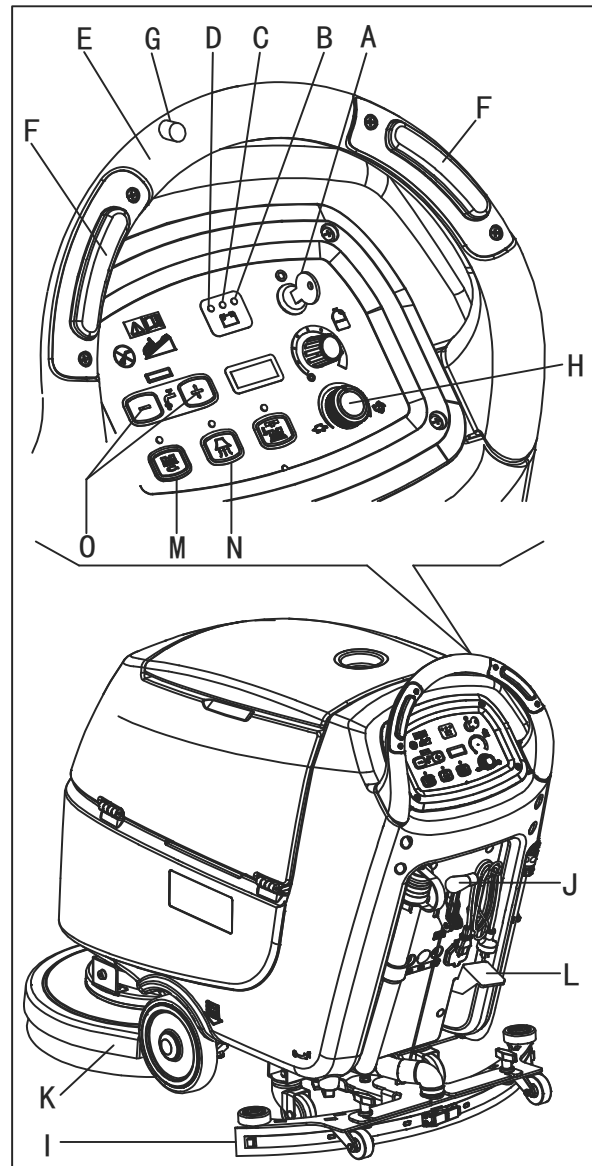

Abbildung 9
2. Stecken Sie den Zündschlüssel (A, Abb. 9) ein und drehen ihn auf "I". Überprüfen Sie, ob die grüne Kontrollleuchte (B) aufleuchtet (geladener Akku). Wenn die gelbe (C) oder rote Kontrollleuchte (D) aufleuchtet, drehen Sie den Zündschlüssel wieder auf "0" und laden die Akkus auf (siehe die Vorgehensweise in Kapitel "Wartung").
- Indem Sie sie mit den Händen am Lenker (E) schieben (nur für Maschine ohne Fahrtrieb).
- Indem Sie die Hände am Lenker (E) halten und den Schalter (F) drücken, um sie nach vorne zu bewegen, oder durch Drücken des Schalters (F) zusammen mit dem Schalter (G), um es rückwärts zu bewegen (nur für Maschinen mit Fahrtrieb). Die Fahrgeschwindigkeit kann mit dem Regler (H) eingestellt werden.
4. Senken Sie den Gummiabzieher (I) mit dem Hebel (J) ab.
5. Senken Sie das Deck des Bürsten/Pad-Halters (K), indem Sie das Pedal (L) anheben.
6. Drücken Sie den Schalter des Bürsten/Pad-Halters (M) und den Vakuumsystemschanter (N).
7. Drücken Sie die Waschwasserdurchflusssteuerschalter (O) wie erforderlich, abhängig von der Art der durchzuführenden Reinigung.
- (Nur für Maschinen ohne Fahrtrieb) Durch Drücken der Maschine mit den Händen am Lenker (E) und durch Drücken des Schalters (F).
- (Nur für Maschinen mit Fahrtrieb) Durch Drücken der Maschine mit den Händen am Lenker (E) und durch Drücken des Schalters (F). Die Vorwärtsgeschwindigkeit kann mit dem Regler (H) eingestellt werden, falls erforderlich.
2. Halten Sie beide Hände am Lenker und drücken Sie den Sicherheitsschalter (F, Abb. 9). Manövrieren Sie nun die Maschine und beginnen Sie mit dem Scheuern/Trocknen des Bodens.